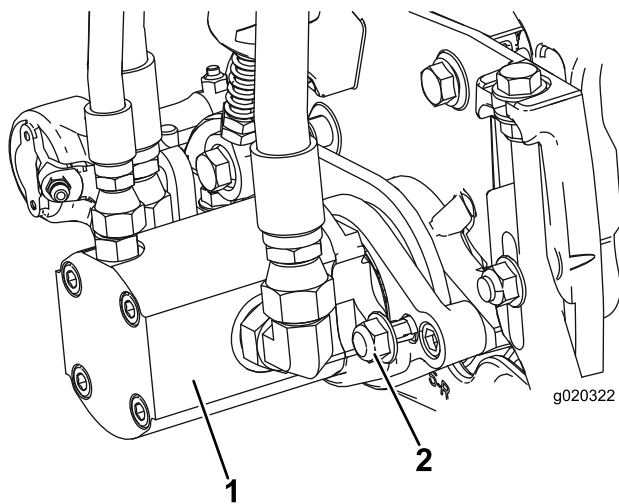

Рисунок 13
16. Установите двигатель, повернув его по часовой стрелке таким образом, чтобы фланцы двигателя не закрывали контргайки (**Рисунок 13**). Поворачивайте двигатель против часовой стрелки, пока фланцы не охватят гайки, затем затяните гайки.